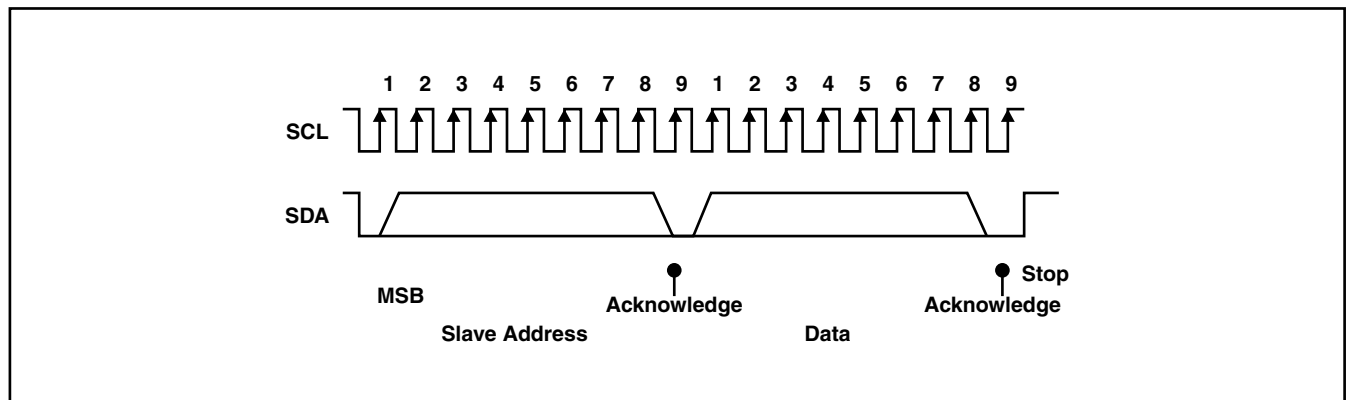

図 19. I²Cアドレスおよびデータサイクル
- マスターはさらなる SCL サイクルを発生して、スレーブへのデータ転送 (R/W ビットが 1) あるいはスレーブからのデータの受け取り (R/W ビットが 0) を行います。いずれの場合でも、レシーバ (受け手) はトランスミッタ (送り手) が送るデータを承認する必要があります。したがって、アクノリッジ信号はどちらがレシーバになるかによって、マスターあるいはスレーブのいずれも発生できます。8 ビットのデータと 1 ビットのアクノリッジからなる 9 ビットの有効データのシーケンスは、必要なだけ続けることができます (図 19 参照)。